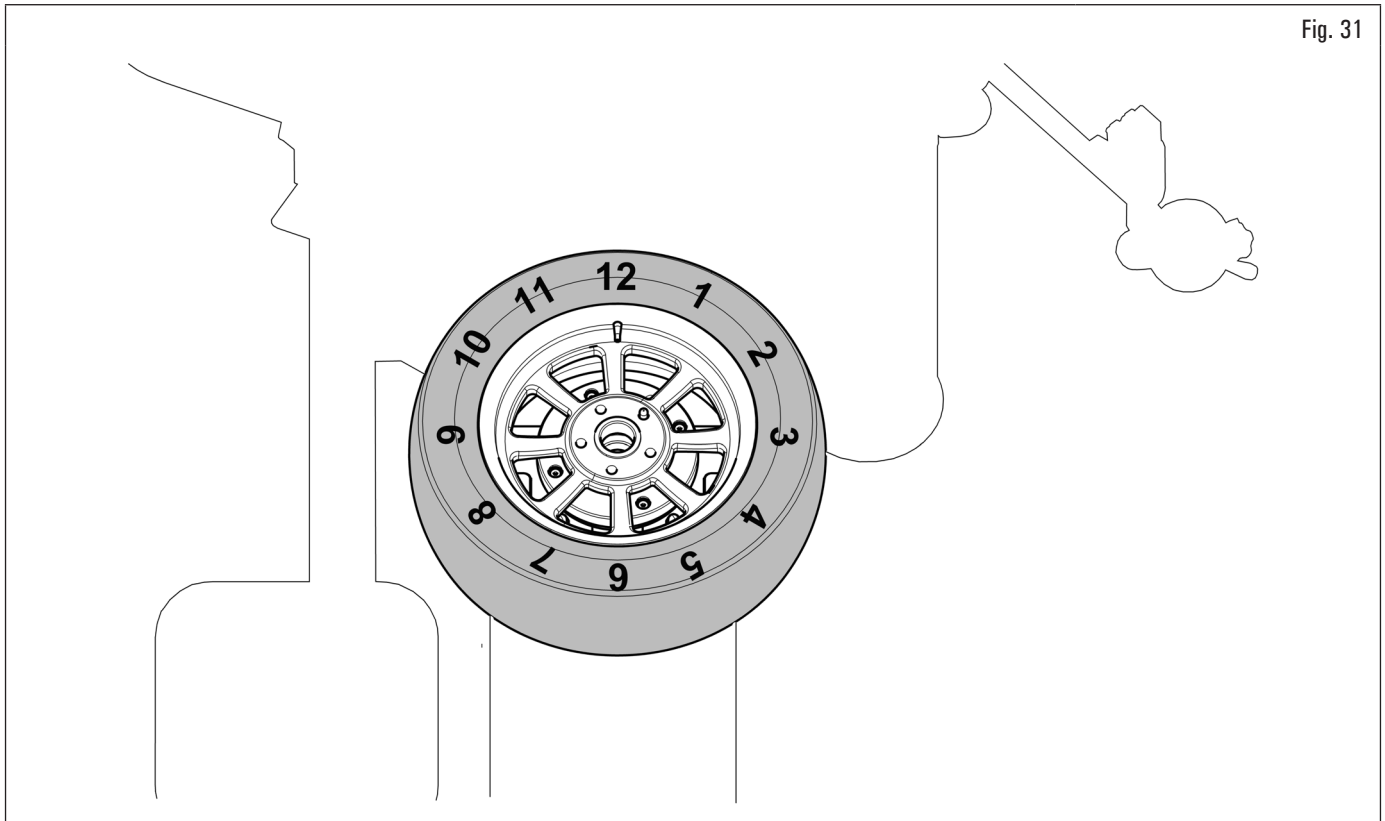

Fig. 31
-  Per meglio spiegare le operazioni, il posizionamento dei vari utensili sullo pneumatico viene indicato con le fasi orarie, dove le "ore 12" vengono rappresentate in corrispondenza della colonna dello smontagomme (Fig. 31).